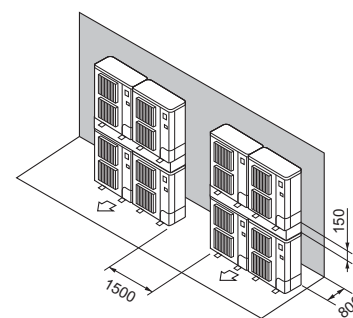

Fig. 3-17
- ⑦ Disposizione unità sovrapposte (Fig. 3-17)